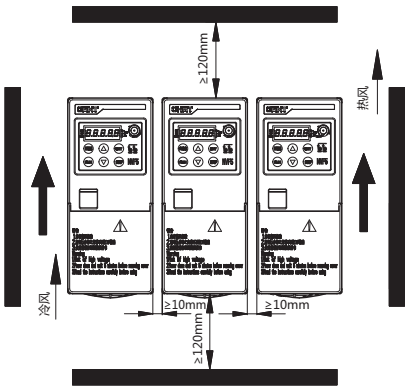
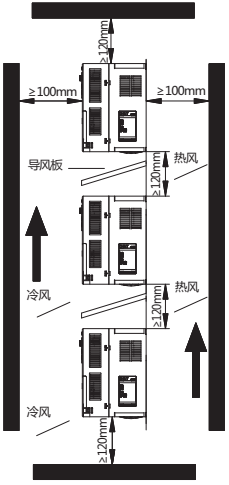

图3-1 变频器安装示意图
图3-2 多台变频器垂直安装
- c) 使用变频器时，请注意安装间距及距离要求，如图3-1和图3-2多台并排安装和多台垂直安装示例。